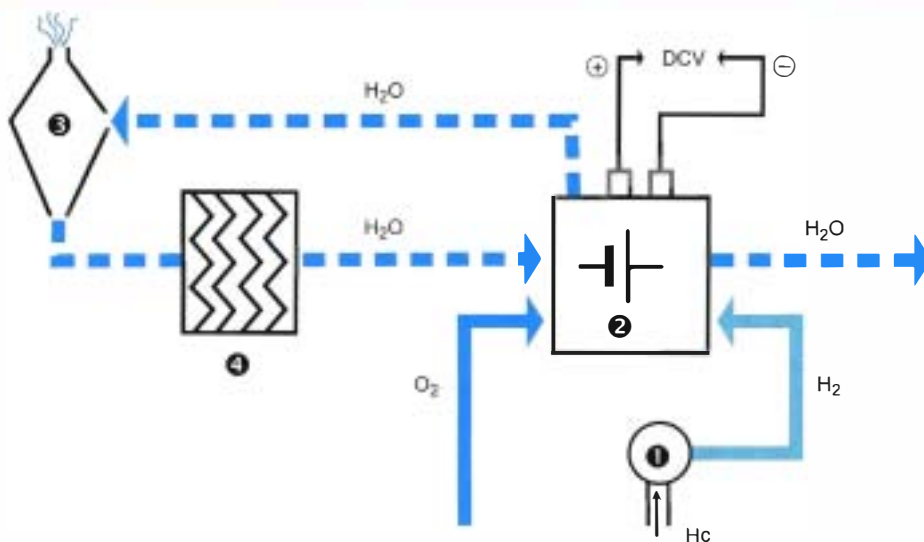

Figure 24.20 • Principe simplifié de la pile à combustible.
■ **Quel est le fonctionnement de la pile à combustible (figure 24.20, page suivante) ?**